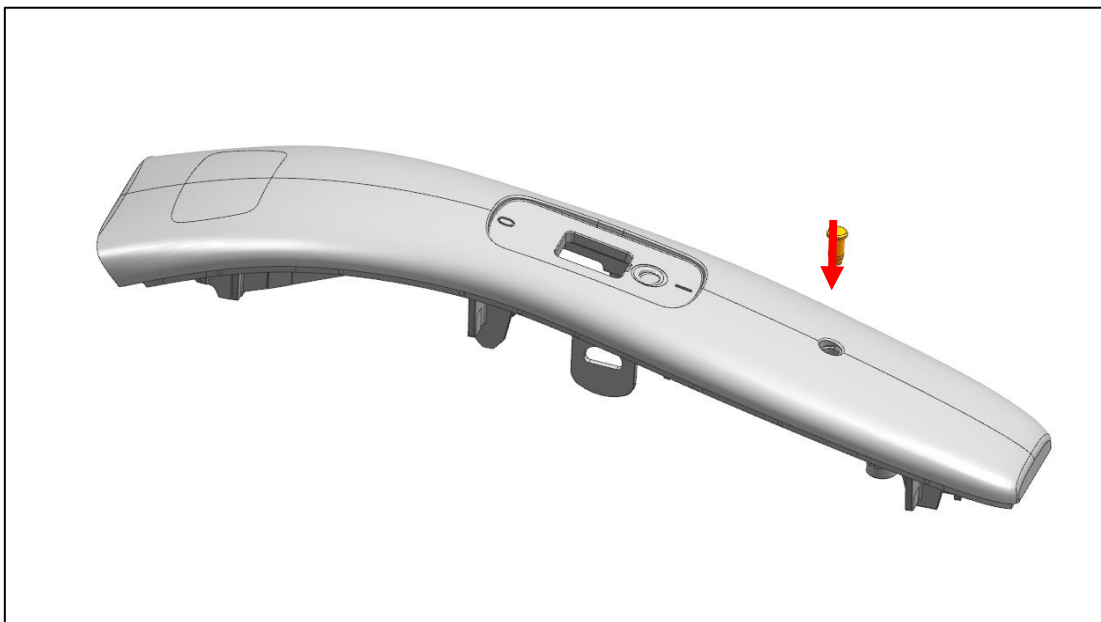

Abb. 14
- Drücken Sie den Lichtleiter lagerichtig von außen in die entsprechende Öffnung des Gehäuseoberteils (Abb. 14) bis der Endanschlag erreicht ist.